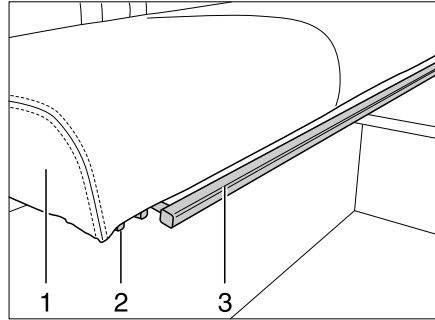

Bild 16 Rückenlehnenverstellung der Sitzbank
- Den Bügel (Bild 16,1) unterhalb der Sitzfläche (Bild 16,3) nach oben ziehen oder drücken und in dieser Stellung halten.
- Die Sitzfläche auf den Schienen (Bild 16,2) bis zur gewünschten Position oder bis zum Anschlag vorsichtig nach vorne ziehen.